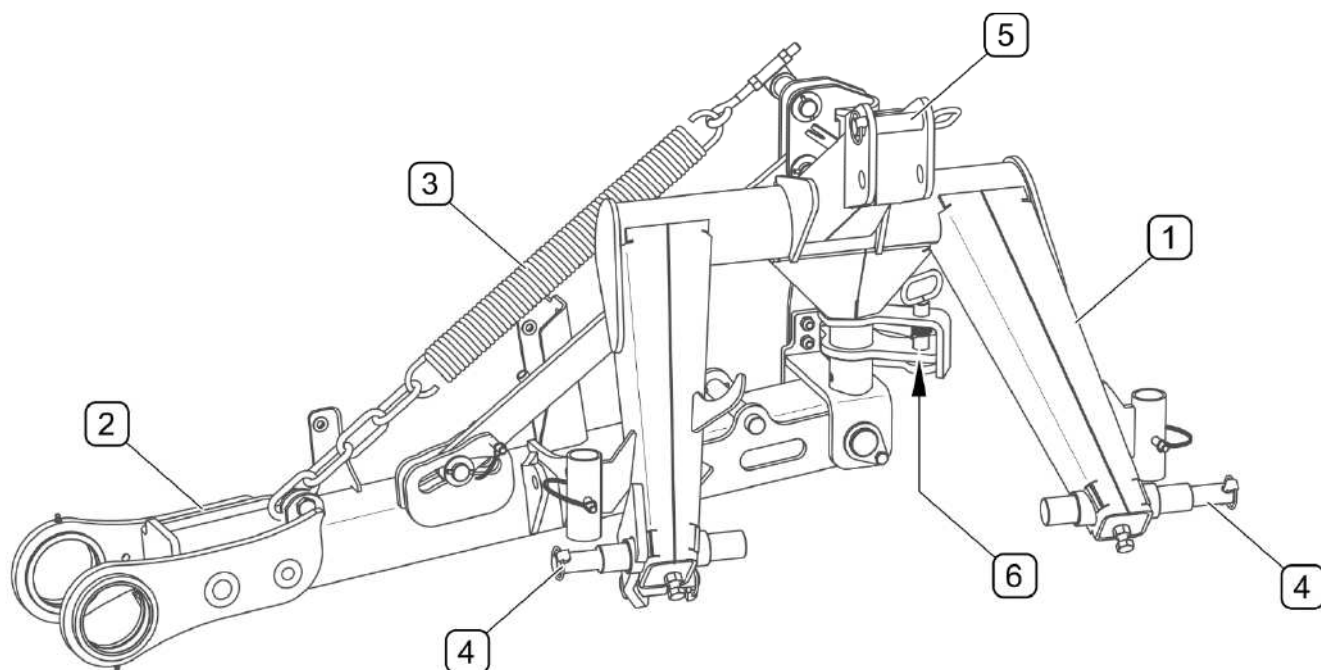

РИСУНОК 3.2 Система навески
(1) - рама трехточечной системы навески; (2) - несущее плечо; (3) - разгрузочная пружина; (4) - нижний шкворень трехточечной системы навески; (5) - шкворень центрального сцепного устройства; (6) - шкворень блокировки поворота балки;
Главным элементом системы навески (РИСУНОК 3.2) косилки PDK220 является рама трехточечной системы навески (1), оснащенная двумя регулируемыми нижними шкворнями (4) и шкворнем верхнего центрального сцепного устройства (5) для соединения с трехточечной системой навески трактора. Несущее плечо (2) предназначено для подъема и опускания режущего аппарата. Для уменьшения нагрузки на режущий аппарат служит пружина (3) с регулируемым натяжением. Несущее плечо блокируется в транспортном положении при помощи шкворня (6).